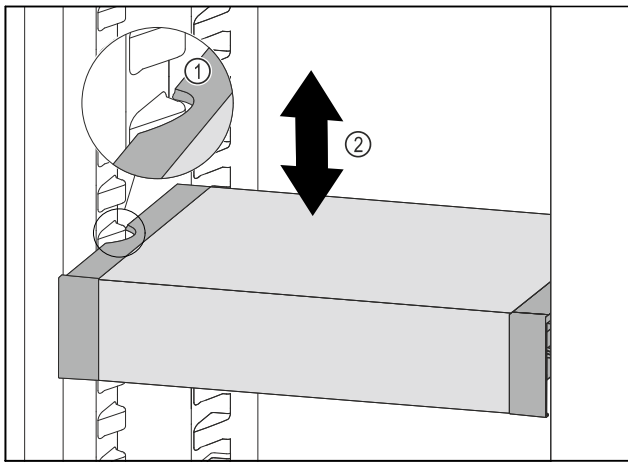

Fig. 97
- ▶ VarioSafe nach vorne ziehen, bis sich die seitlichen Aussparungen des VarioSafes auf Höhe der Behälterrippe im Kühlteil befinden. Fig. 97 (1)
- ▶ VarioSafe im Kühlteil nach oben oder unten bewegen, bis gewünschte Höhe erreicht ist. Fig. 97 (2)